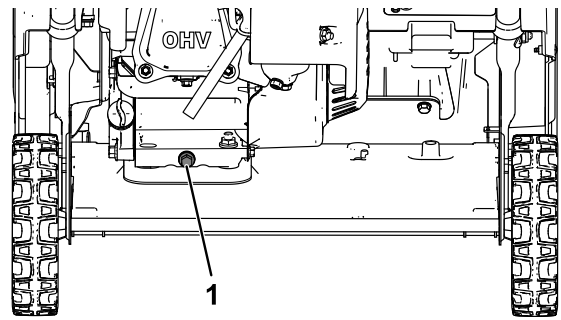

Figure 20
3. Placez un bac de vidange sous le bouchon de vidange et retirez le bouchon; basculez la machine en arrière et vidangez l'huile usagée dans le bac de vidange (Figure 20).